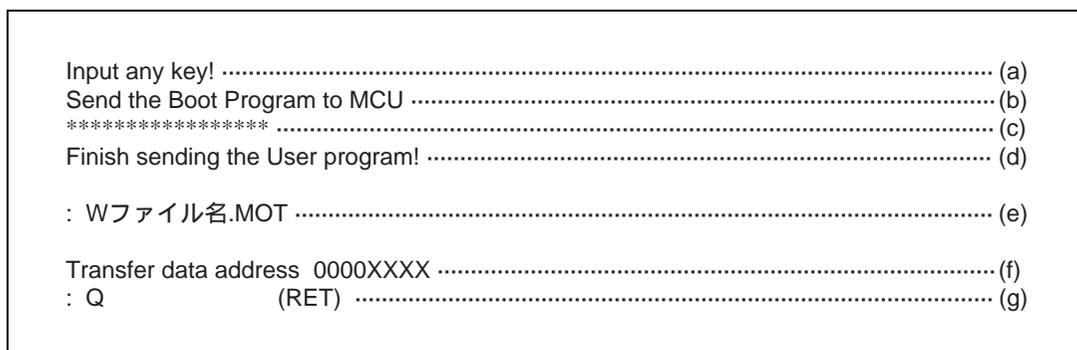

図 4.6 ブート・モードでの PC I/F ソフト操作説明(2)
- (6) ホストマシン上でPC I/Fソフトを操作します。図4.6にブート・モードでのPC I/Fソフト操作説明(2)を示します。